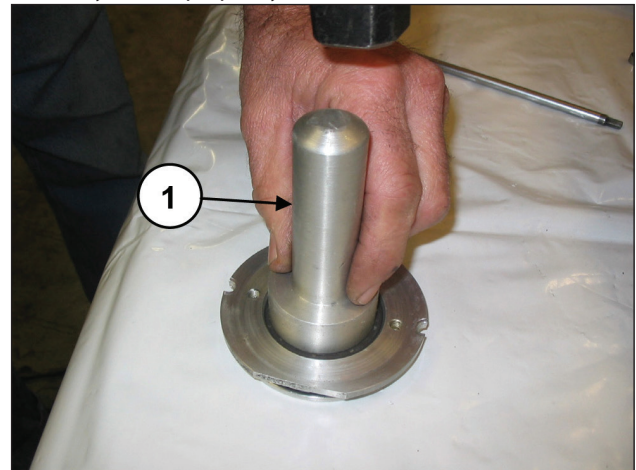

Рис. 139
Установите сальник в крышку сальника (поз. ①, Рис. 139), используя калибр-пробку поз. 27910900.